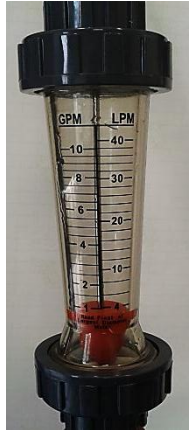

Figura 3.10: Rotámetro.
**Rotámetro** (figura 3.10): indicador de flujo industrial usado para la medición de líquidos, consiste de un flotador que se mueve dentro de un tubo vertical cónico, el fluido entra por la parte inferior del tubo y hace que el flotador suba hasta equilibrar su peso, el tubo lleva grabado una escala lineal que indica el caudal en GPM o LPM, que circula por la tubería del proceso.